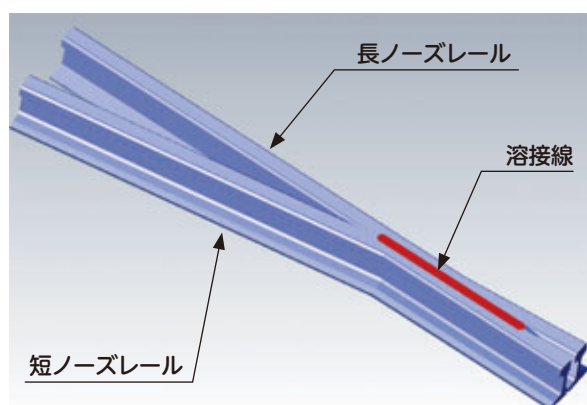

図4. ノーズレールの溶接線
- 直線の長ノーズレールと、曲げ加工した短ノーズレールの頭部と底部をそれぞれ溶接します。この工法の特徴は溶接線が単純な直線の為、安定したロボット溶接(ガスシールドアーク溶接法)が可能です。(図4)